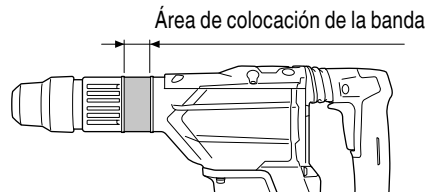

Fig. 3
- (2) Coloque la banda sobre el área de colocación de la banda y acople los dos orificios de la banda en la parte en "T" del perno del asidero. (Fig. 3, 4)